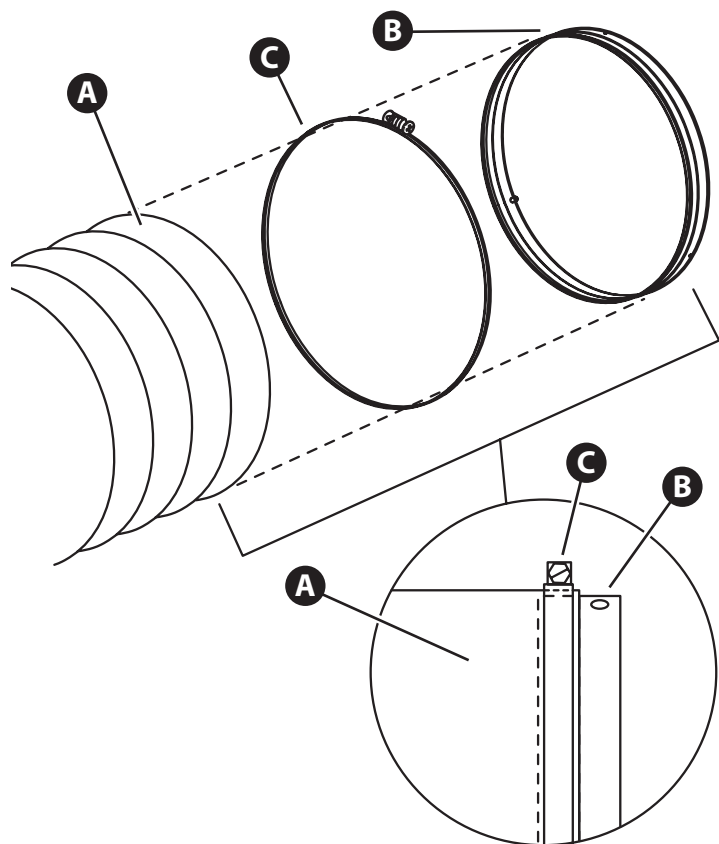

Figura 4.4
1. Instale el conducto flexible (A, Figura 4.4) sobre la banda de conexión (B). El conducto flexible debe cubrir solo la mitad de la banda de conexión (recuadro) y así permitir que se vean los pasadores de bloqueo y las flechas en la mitad restante. Fije con una abrazadera de fleje tipo tornillo de tamaño grande (C).